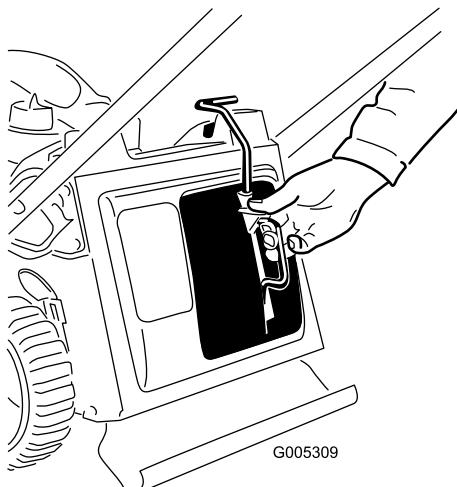

Figura 29
1. Retire el tapón de mulching (Figura 29).